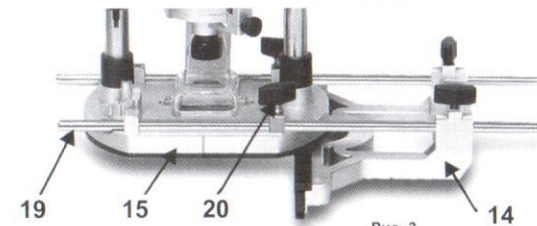

Рис. 3
- Используя параллельную направляющую (14)(См. Рис.3), Вы сможете передвигать инструмент точно параллельно краю заготовки.
- Вставьте стержни направляющей (19) в основание фрезера (15)(См. Рис.3) сквозь специальные проушины.
- Затяните фиксирующие винты крепления упора (20)(См. Рис.3).